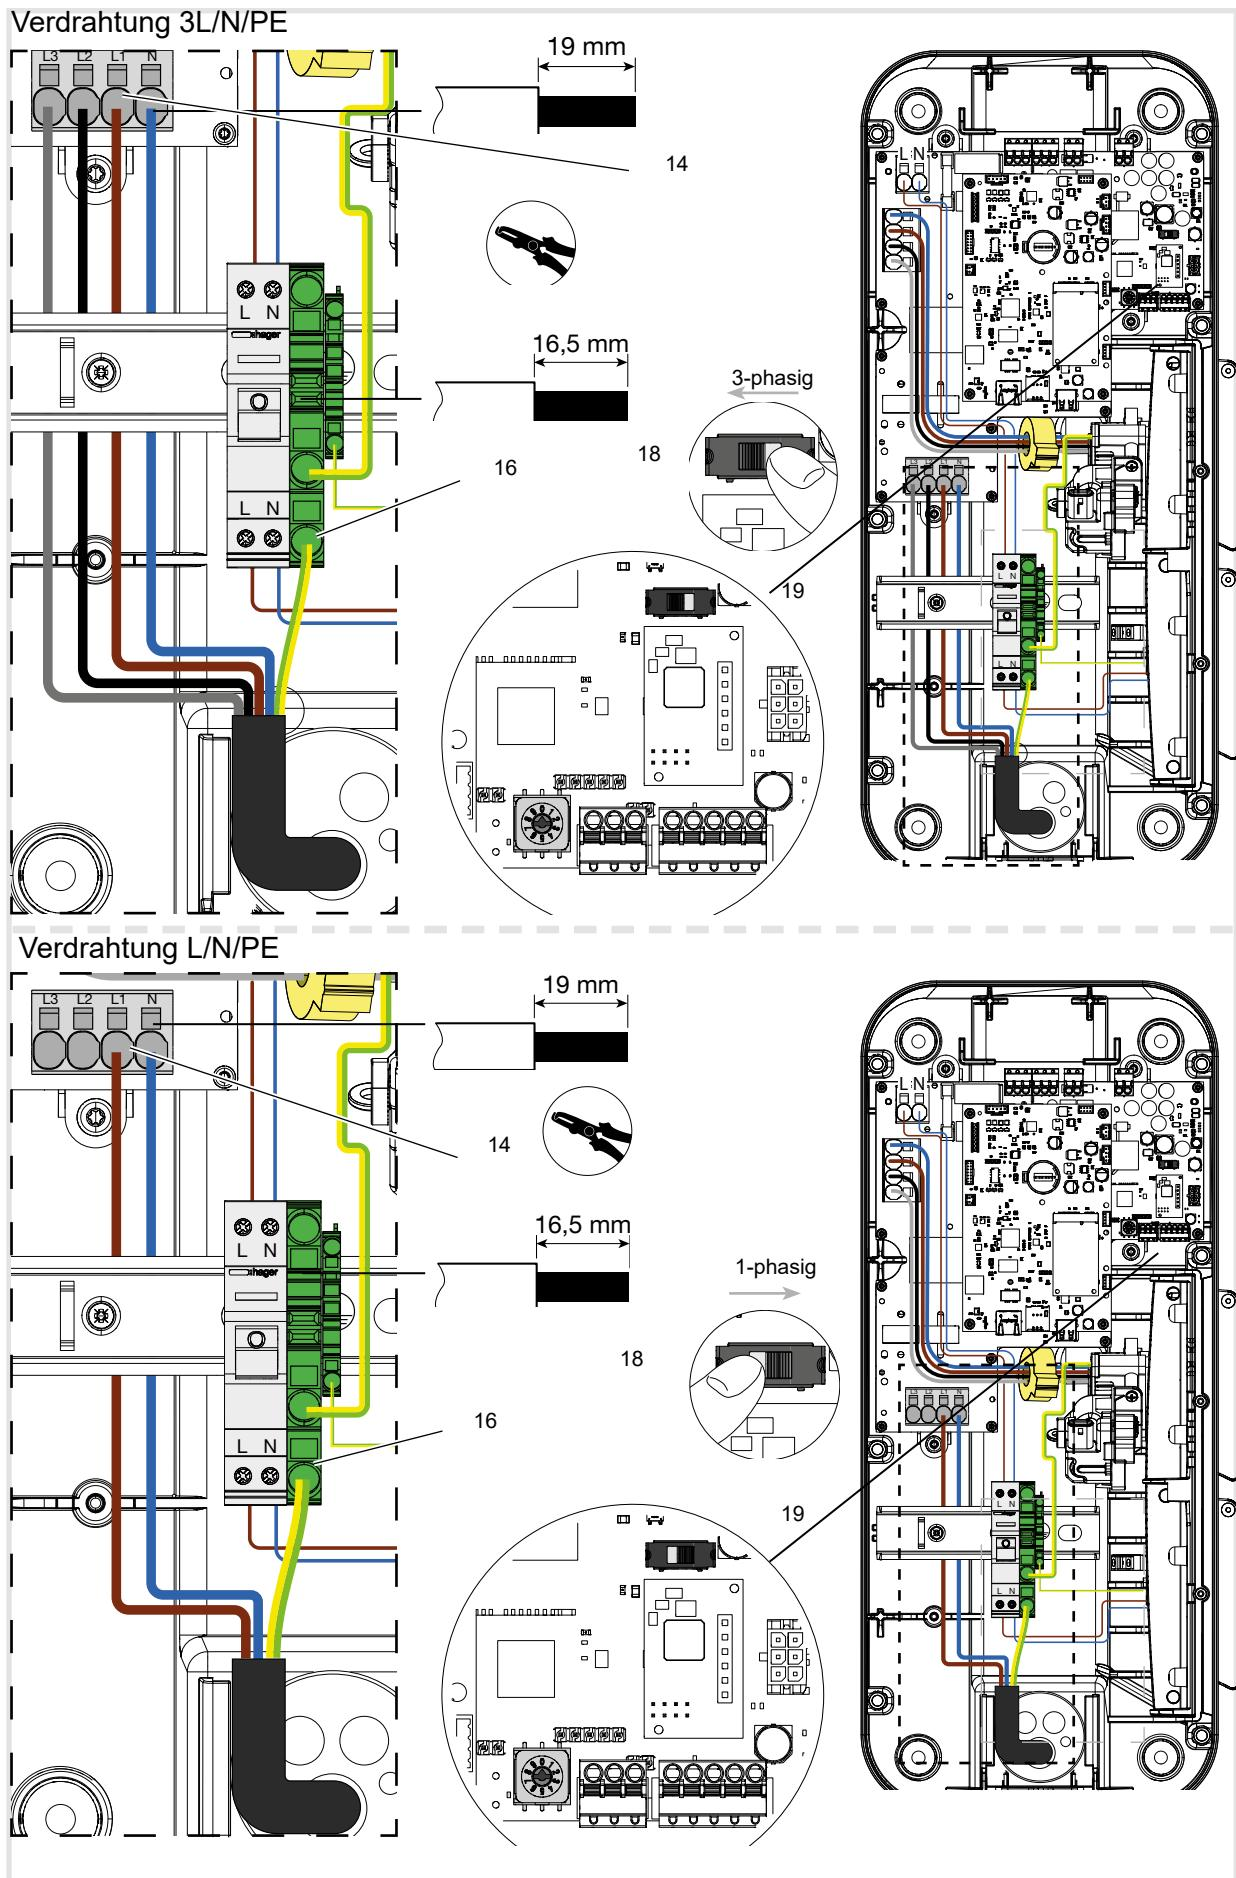

Bild 21: Anschluss Versorgungsleitung
Die Ladestation kann 3-phäsig (Werkseinstellung) und 1-phäsig angeschlossen und betrieben werden. Dabei ist sicherzustellen, dass sich der DIP-Schalter (Bild 21, 19) in der linken Position befindet und dass die am Drehschalter eingestellte Leistung mit dem Typenschild des Gerätes übereinstimmt.
- Netzanschlussleitung abisolieren und in die Federzugklemmen stecken (Bild 21, 13).
- PE-Anschlussleitung auf die PE-Reihenklemme auflegen (Bild 21, 16). Dabei ist zu beachten, dass die PE-Ader länger sein muss, als die restlichen Adern.
- Wahlschalter (Bild 21, 18) auf Einstellung „3-phäsig Betrieb“ prüfen und ggf. ändern (Werkseinstellung „3-phäsig Betrieb“).